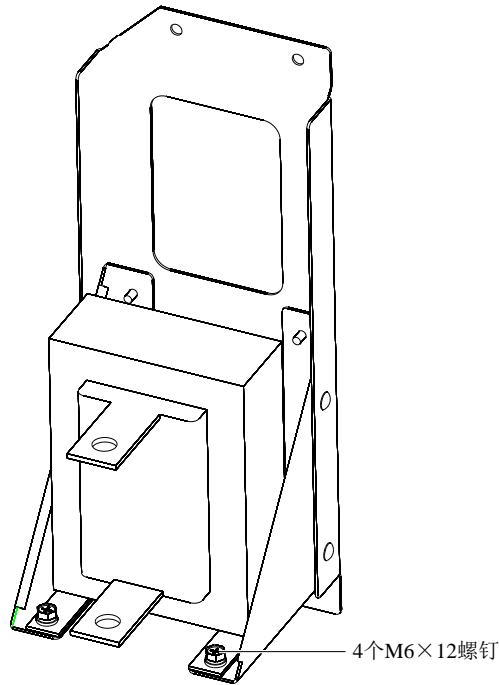

图8-4 旁路电感固定于安装板示意图
- 1) 将旁路电感固定在旁路安装板上，每 4 个 M6×12 的螺钉固定一个电感，具体如图 8-4 所示。